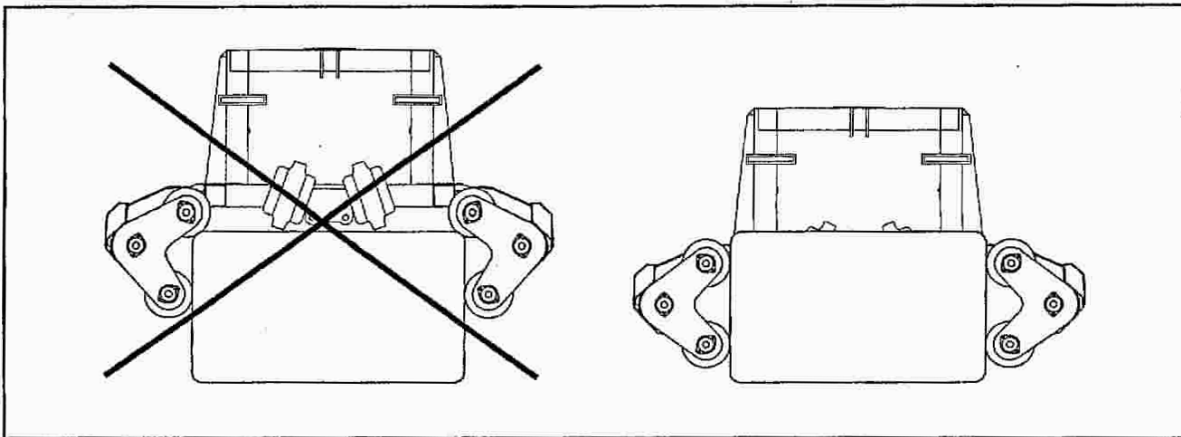

Fig.10-5
- a) Beim Laden von kleinen Rechteckballen ist zu beachten, daß die Tragwalzen so tief wie möglich abgesenkt werden, damit alle vier Walzen an den Seiten des Ballens greifen. Wenn zwei der Walzen über den Ballen geraten, kann die Maschine ihn nicht aufladen. (Abb. 10-5). Ggf. die Position der Rollen mit Hilfe der Begrenzungskette einstellen, siehe Kap. 10.1.
- d) Mitunter ist während des Wickelvorganges die Regulierung des Walzenabstandes erforderlich. Dies ist vor allem bei der Verpackung schlecht geformter und locker gepreßter Ballen nötig. Falls der Ballen unzureichend rotiert, wird der Walzenabstand durch die Betätigung der Taste **“WALZEN AUS” (7)** oder **“WALZEN EIN” (6)** auf der Steuereinheit reguliert. Die Regulierung des Walzenabstandes kann während des Wickelvorganges vorgenommen werden.